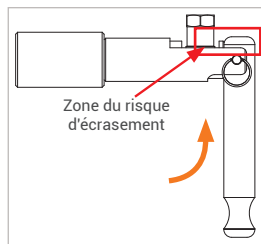

Figure 6
Prudence : n'approchez pas vos doigts du piston (Figure 6). Vous pouvez vous coincer ou écraser les doigts lors de l'actionnement du levier de serrage (Pos. 2).
- ▶ Actionnez le levier de serrage (pos. 2) à 90° en arrière dans sa position de sortie (Figure 6).